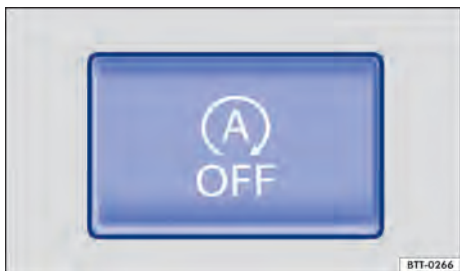

Fig. 178 No console central : Tecla para o sistema Start-Stop.
- Pressionar o botão no console central ⇒ **Fig. 178**.